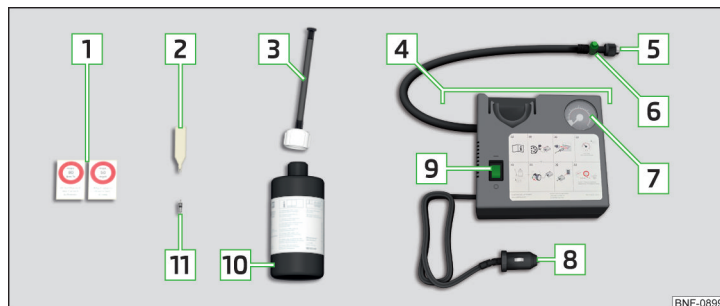

Fig. 345 Descripción del kit de averías
- Introducir el atornillador de inserto de válvula  » fig. 345 de la pág. 311 sobre el inserto de válvula de la manera que el inserto de válvula cabe en la ranura del atornillador de inserto de válvula.
- Enrosque fija la manguera de llenado del neumático  » fig. 345 de la pág. 311 sobre la válvula del neumático.